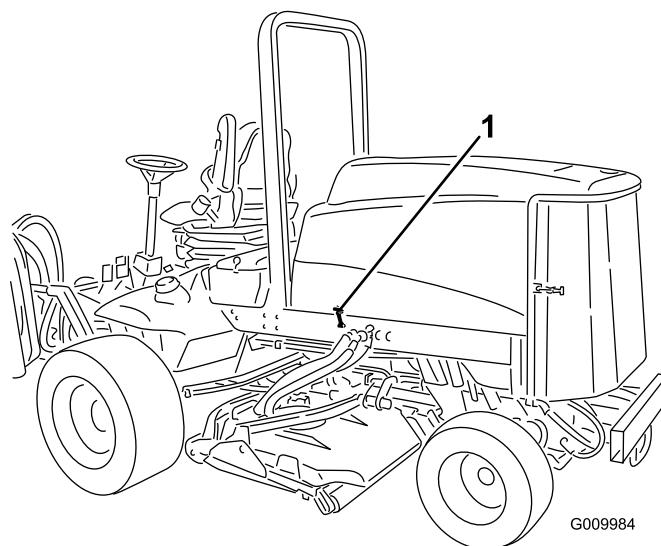

Figura 3
1. Desenganche el cierre del capó del cerradero del capó.(Figura 3).